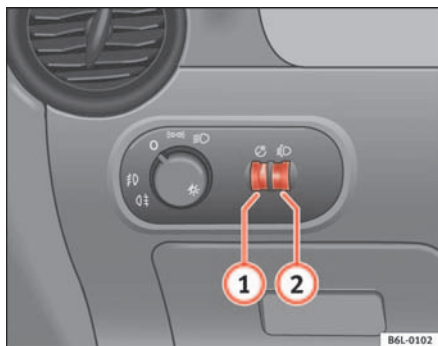

Abb. 57 Ausschnitt aus der Instrumententafel: Regler für die Instrumenten-/Schalterbeleuchtung und Leuchtweitenregulierung
Bei eingeschaltetem Licht lässt sich die Helligkeit der Instrumenten- und Schalterbeleuchtung durch Drehen des Rändelrades ⇒ **Abb. 57** ① stufenlos regulieren.